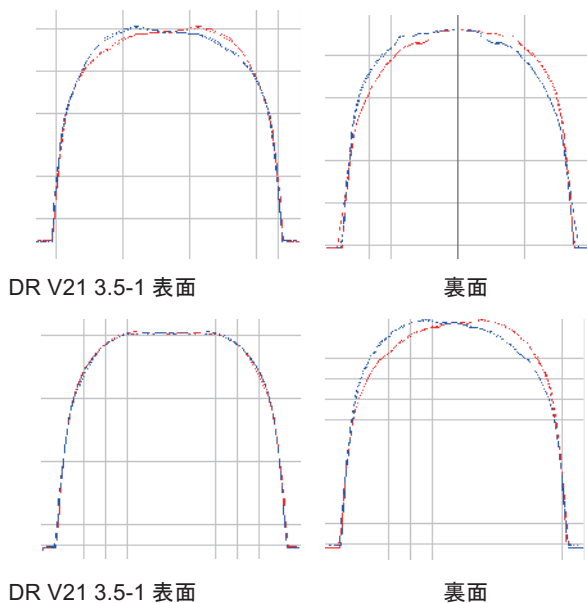

図13 DR V21 3.5-1, DR V21 3.5-2のグラフ
最近、ドリムリード (DR) Vandoren V21 3.5を2枚 (¥3080/枚, 3.5-1, 3.5-2とした) を入手した。RM-IIで得られたグラフを以下、図13に示す。コーティングされたリードは水でぬらすことができた。余り対称性が良いとはいえない。この原因として、著者は、調整後と、コーティング後でグラフが変わったデータを得ている。コーティングの影響を調べる必要がある。